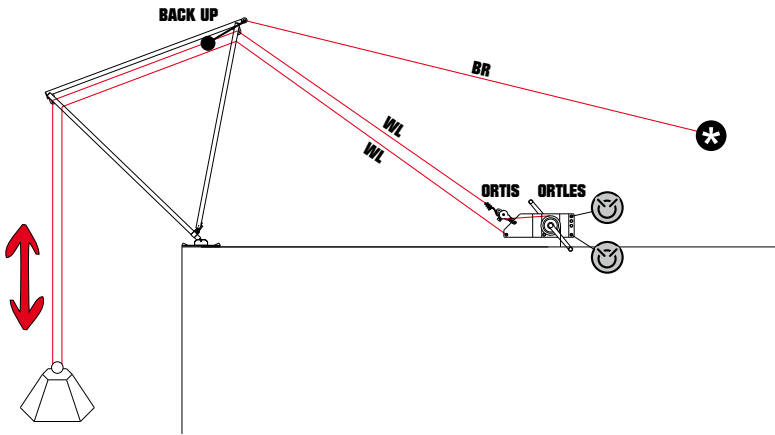
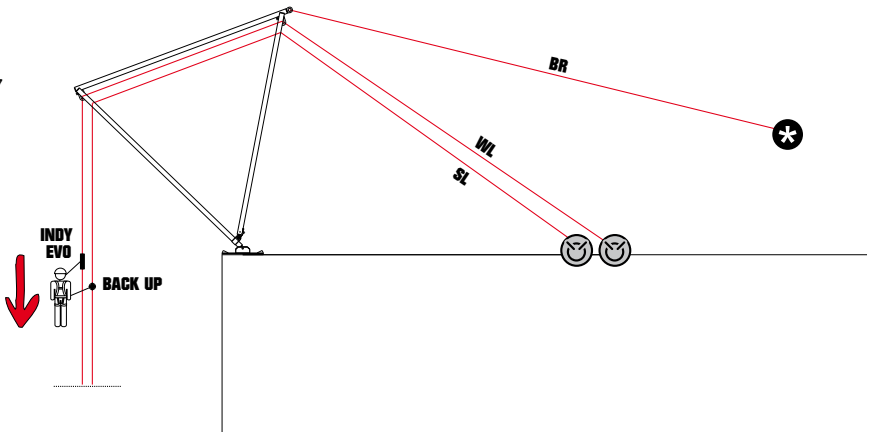

Abb. 17
Abb. 18
- Abseilen (Abb. 17) und Aufstieg (Abb. 18) auf dem Seil,